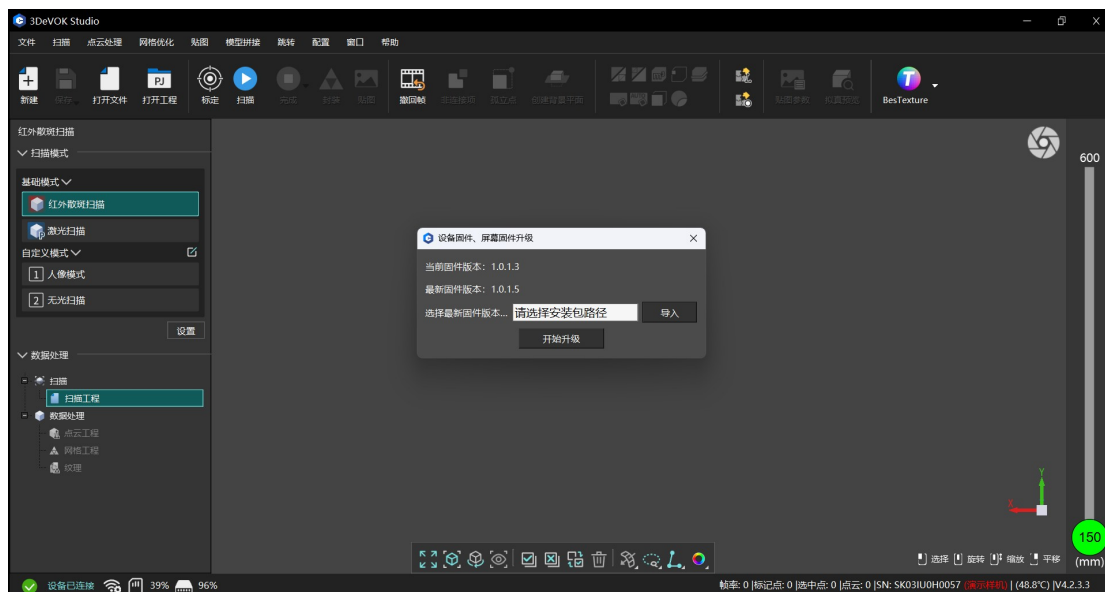

图 5-5 固件升级导入文件示意图
2. 点击“确认”，进行固件升级。软件自动弹出“设备升级”窗口，点击“浏览”，导入保存到本地的固件压缩包（固件压缩包文件可由云盘链接获取），点击“开始升级”，如图 5-5 所示。